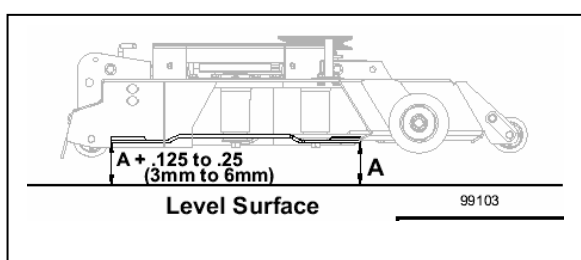

Fig. 19
12. Den målte afstand ved den bageste knivspids skal være 0,125" til 0,25" (3 til 6 mm) større end ved den forreste knivspids (se fig. 19).